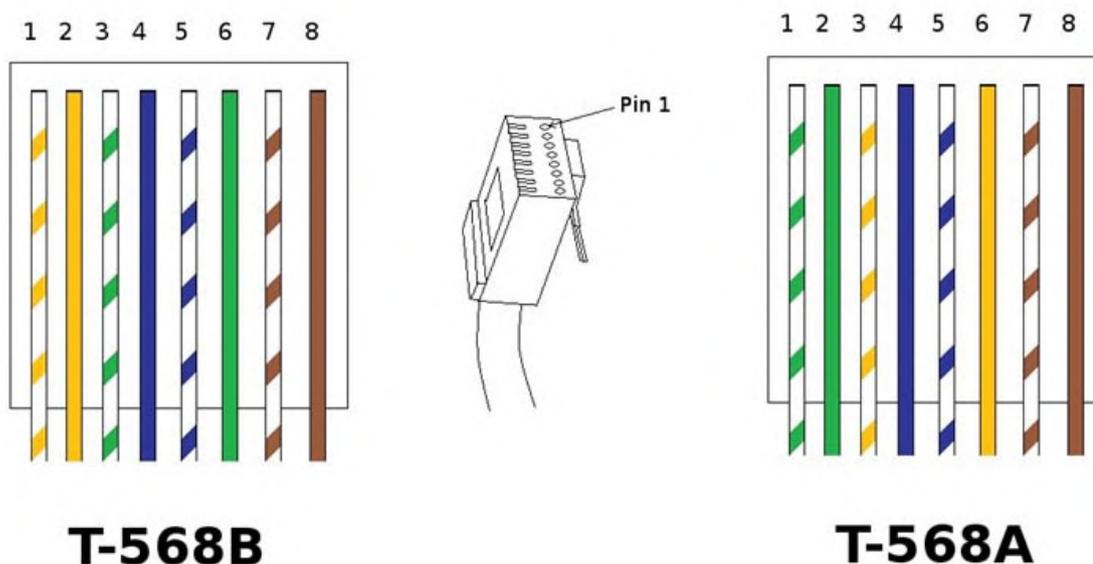

Figura 25. Esquema ilustrativo da ligação dos fios no conector, de acordo com a norma T-568A e T-568B. Fonte: <http://www.comnen.com/>
*Nota: Caso se pretenda construir uma consola que seja separável do veículo, poderá ser usado um conector RJ45 fêmea na consola e um conector RJ45 macho no umbilical, ou qualquer outro par de conectores (macho e fêmea) que permita ligar no mínimo seis fios. Se utilizar conectores RJ45 deverá cravar todos os 8 fios nos conectores, mesmo os não utilizados e deverá ser respeitada a ligação conforme a norma T-568A ou T-568B, quer no conector fêmea quer no macho (Figura 25).